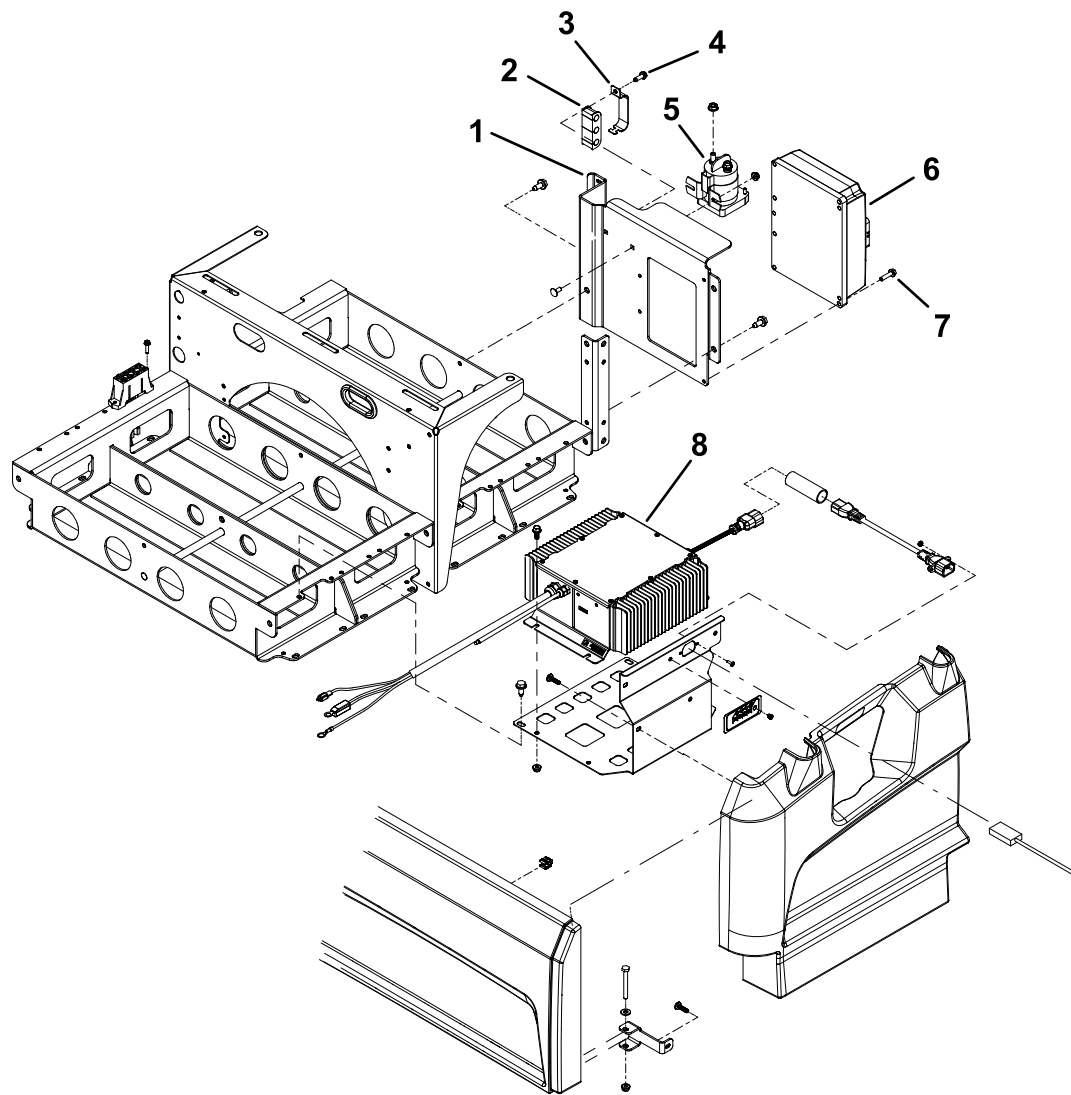

图6
1. 如果已经将绝缘体和控制器电缆从控制器支架上卸下请将电缆插入绝缘体图6。
2. 用绝缘体支架和垫圈头螺丝将绝缘体和电缆固定到支架上图6。
4. 使用 4 个垫圈头螺丝将控制器固定到控制器支架上图6。